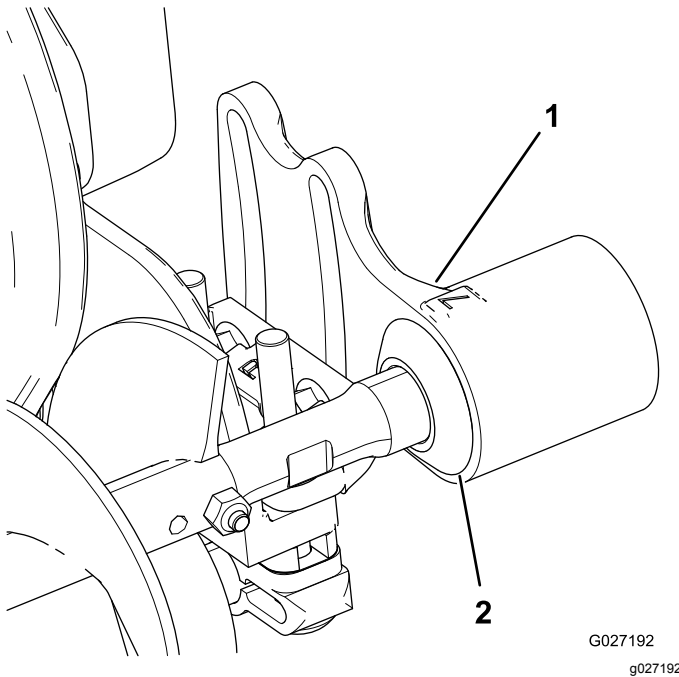

Figura 7
1. Deslize o vedante de eliminação de sedimentos para fora até que os rebordos vedantes fiquem em ligeiro contacto com cada caixa de rolamentos (Figura 7).